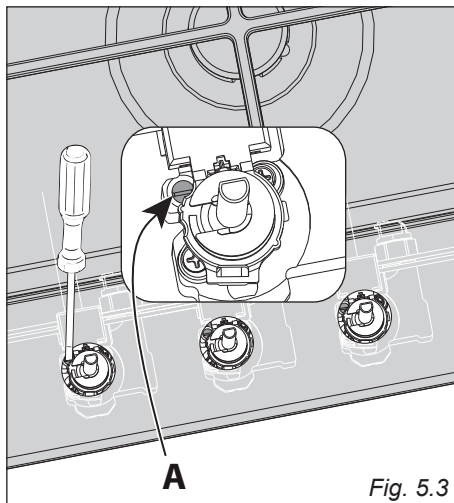

Fig. 5.3
- Con un cacciavite piatto ruotare la vite "A" fino alla corretta regolazione (fig. 5.3).